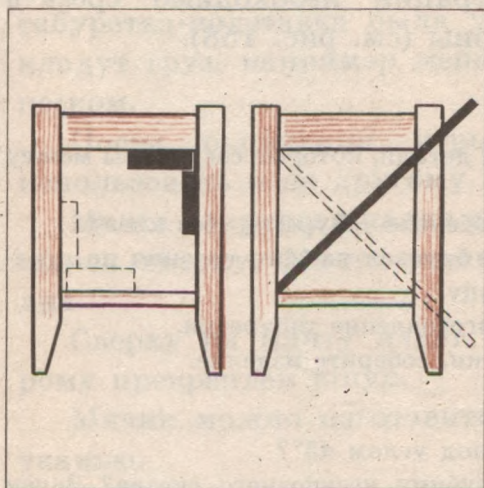

Рис. 156. Контроль прямоугольности боковых рамок табуретки при склеивании.
10. Склеить боковые рамки, проверить их прямоугольность (рис. 156).